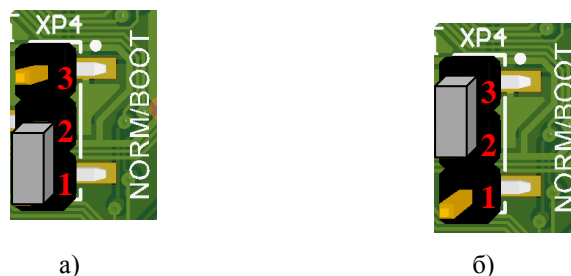

Рисунок 45. Положение джампера разъема XP4:
8. После этого необходимо установить джампер разъема ХР4 блока управления в положение NORM (замкнуть контакты 1 и 2), смотрите рисунок 45, выключить изделие.